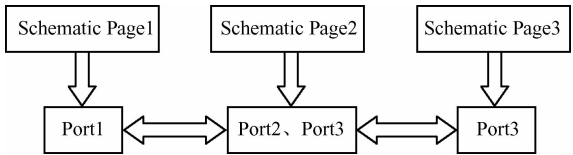

图 3-8 平坦式电路图结构
2. 平坦式电路之间不同页面都属于同一层次，相当于在 1 个电路图文件夹中。如图 3-8 所示，3 张电路图都位于 1 个文件夹下。